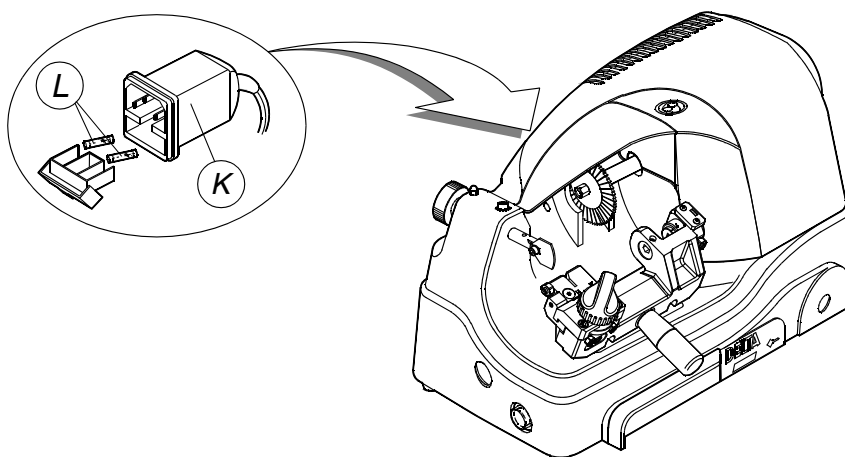

Рис. 18
- 3) извлеките блок плавких предохранителей, расположенный ниже разъема питания станка (M) (рис. 18);
- 4) замените предохранители (L);